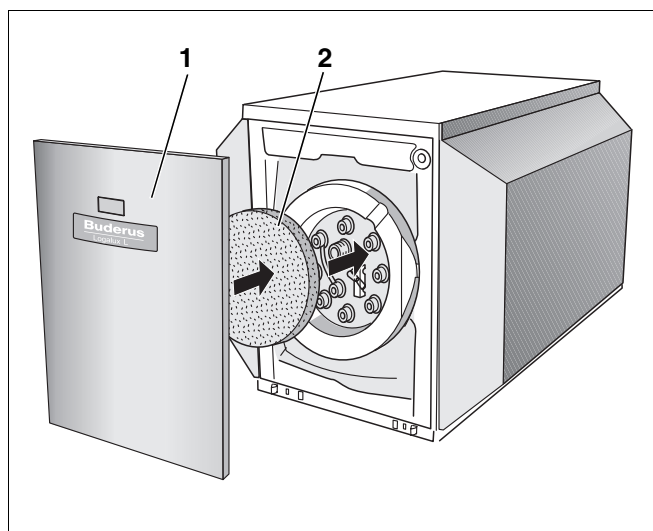

Рис. 19 Установка теплоизоляции и передней стенки
- Установить теплоизоляционный элемент (рис. 19, поз. 2) на крышку люка.
- Подвесить переднюю стенку (рис. 19, поз. 1) сверху и нажать на нее снизу до защелкивания в баке.